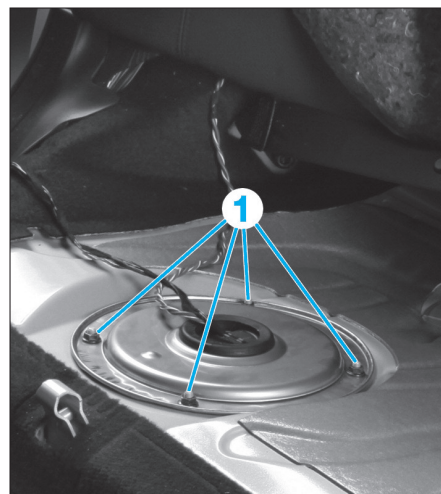

Fig. 47
- Déposer les 4 écrous (1) du couvercle droit (Fig.47).